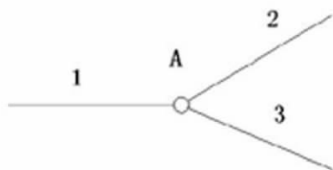

图 3-1
4. 如图 3-1 所示两构件构成的运动副为 \_\_\_\_\_。